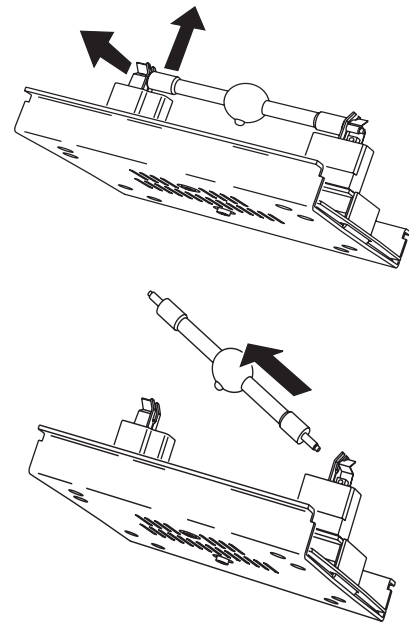

Bild 7: Ausbau des Leuchtmittels
- 3 Unter Bezug auf Bild 7: Lösen Sie die Haltefeder am linken Sockel und kippen Sie das Leuchtmittel nach vorne. Ziehen Sie das andere Ende aus dem Sockel.